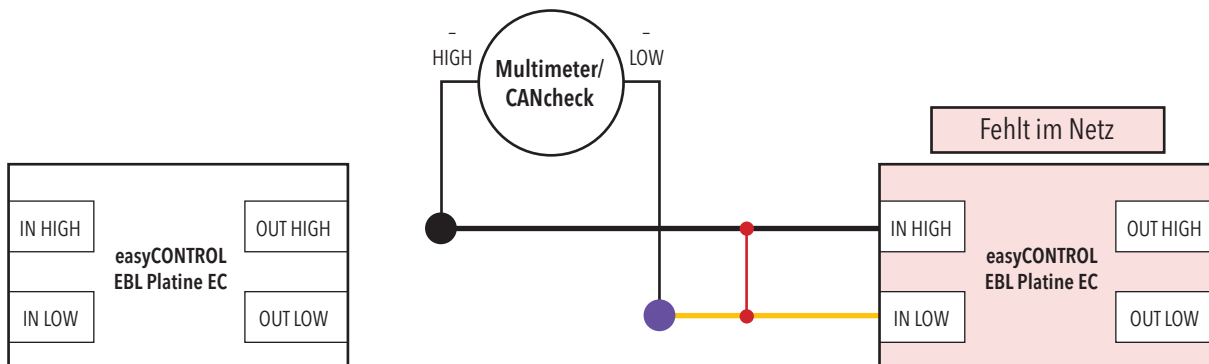

Abbildung 86. Messaufbau zur Detektion eines Kurzschlusses zwischen IN HIGH und IN LOW
2. Klemmen Sie die Leitungen des betroffenen Teilnehmers ab und schließen Sie das Multimeter oder den CANcheck an. *Siehe Abbildung 86.*